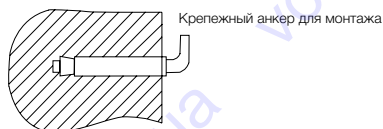

Рис. 4
2. После выбора места монтажа определите места под два крепежных болта с крючками (в зависимости от спецификаций выбранного изделия). Прodelайте в стене два отверстия необходимой глубины с помощью сверла размером, соответствующим размеру крепежных болтов, вставьте винты, поверните крюк вверх, плотно затяните гайки, а затем установите на него электрический водонагреватель (см. рис. 4).